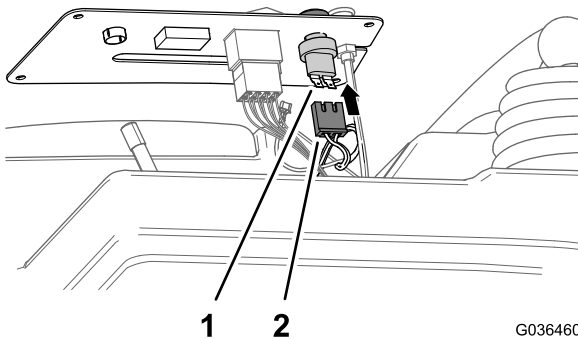

Figure 48
7. Branchez le connecteur à 2 douilles du faisceau au connecteur à 2 lames du contacteur d'avertisseur sonore (Figure 48).